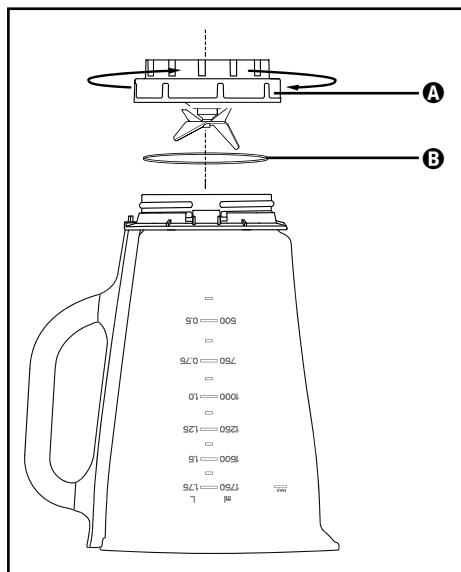

Abb. 3
- Stellen Sie das Gerät auf den Kopf und drehen Sie den Aufsatz **A** gegen den Uhrzeigersinn, so dass er sich vom Mixbehälter **3** lösen lässt (siehe Abb. 3).